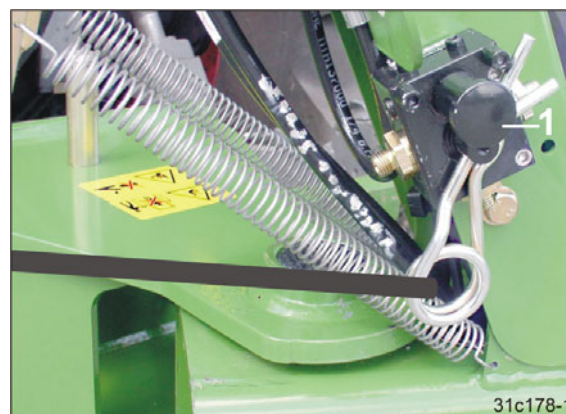

Fig. 138
- 3.1 Betjen ventil (Fig. 138/1). På den måde tømmes hydrobeholderen.